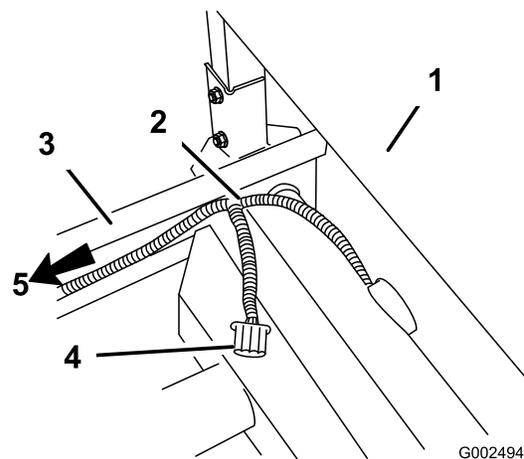

Figura 9
11. Arrivati alla copertura del ROPS, dietro il sedile, fate passare il cablaggio preassemblato da sotto il sedile fin sopra il telaio. Assicuratevi che il connettore di alimentazione dell'irroratrice non si trovi sotto il veicolo (Figura 9).
12. Infilate il cablaggio preassemblato lungo il telaio e poi indietro verso il sensore di velocità coi fili esistenti (Figura 9).
15. Infilate il cablaggio preassemblato lungo il telaio e poi indietro dove il sensore di velocità è collegato ai fili esistenti (Figura 9).